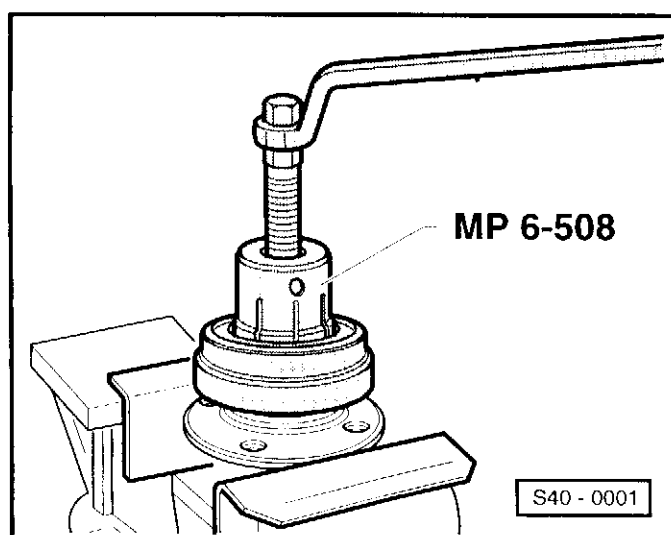

Рис. 5 Снятие внутреннего кольца подшипника
- ♦ снятие внутреннего кольца подшипника ⇒ рис. 5